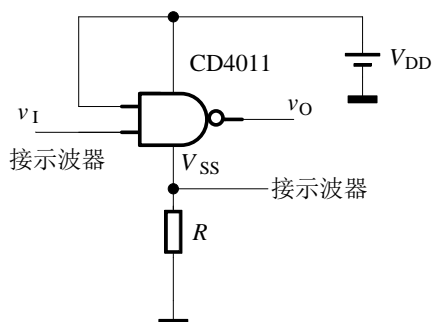

图 5 观察 CMOS 与非门动态功耗的电路
7. 根据必做任务 4 分析图 5 电路, 试着给出取样电阻 R 的阻值。
测试电路如图 5 所示， v_I 是由函数信号发生器输出 100Hz、0~5V、对称性 50% 的锯齿波。在门电路 V_{SS} 和地之间接入一个小的电流取样电阻，电阻上的电压波形就反映了在输出状态转换的过程中瞬时导通电流的变化。记录输入、输出波形。